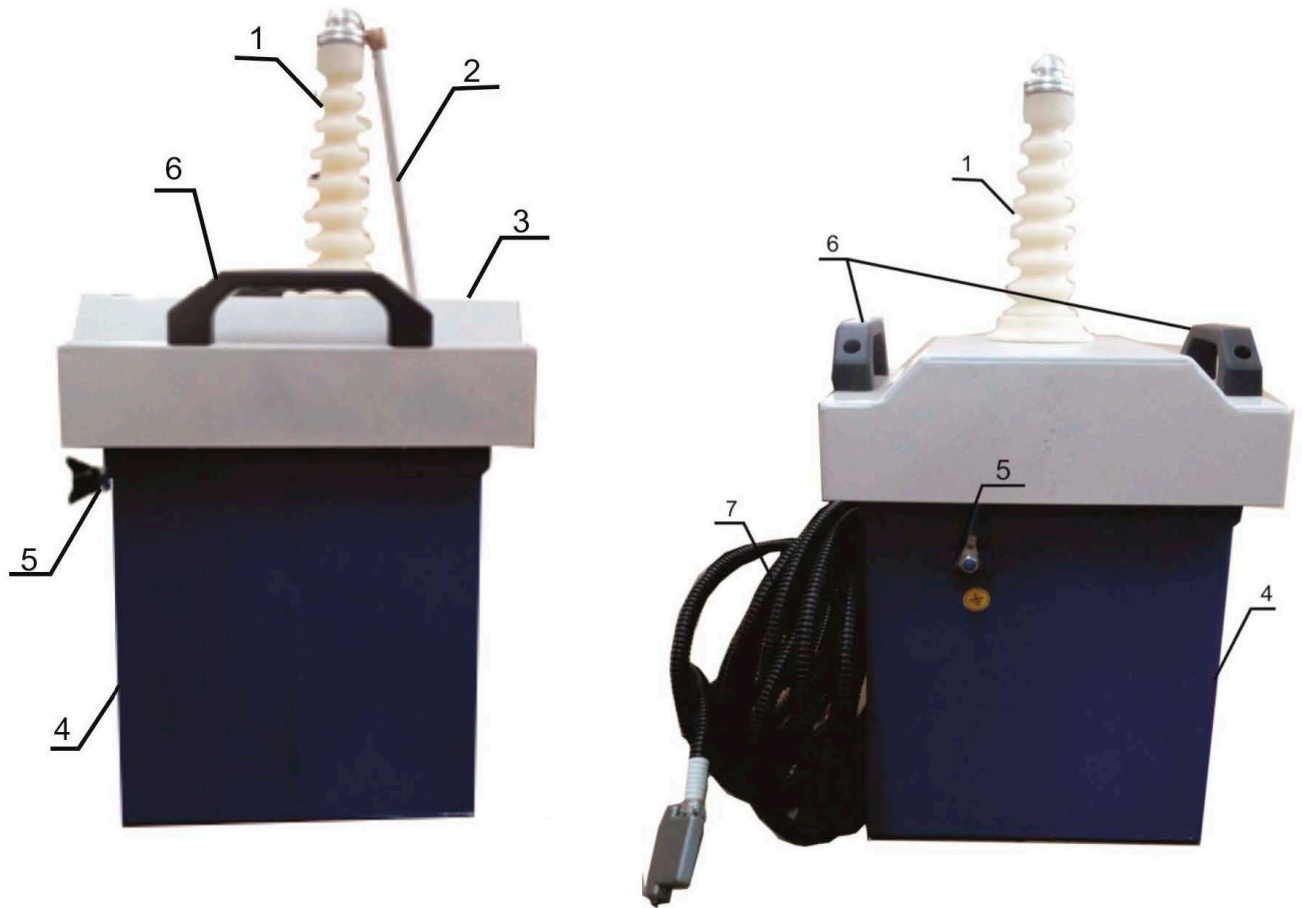
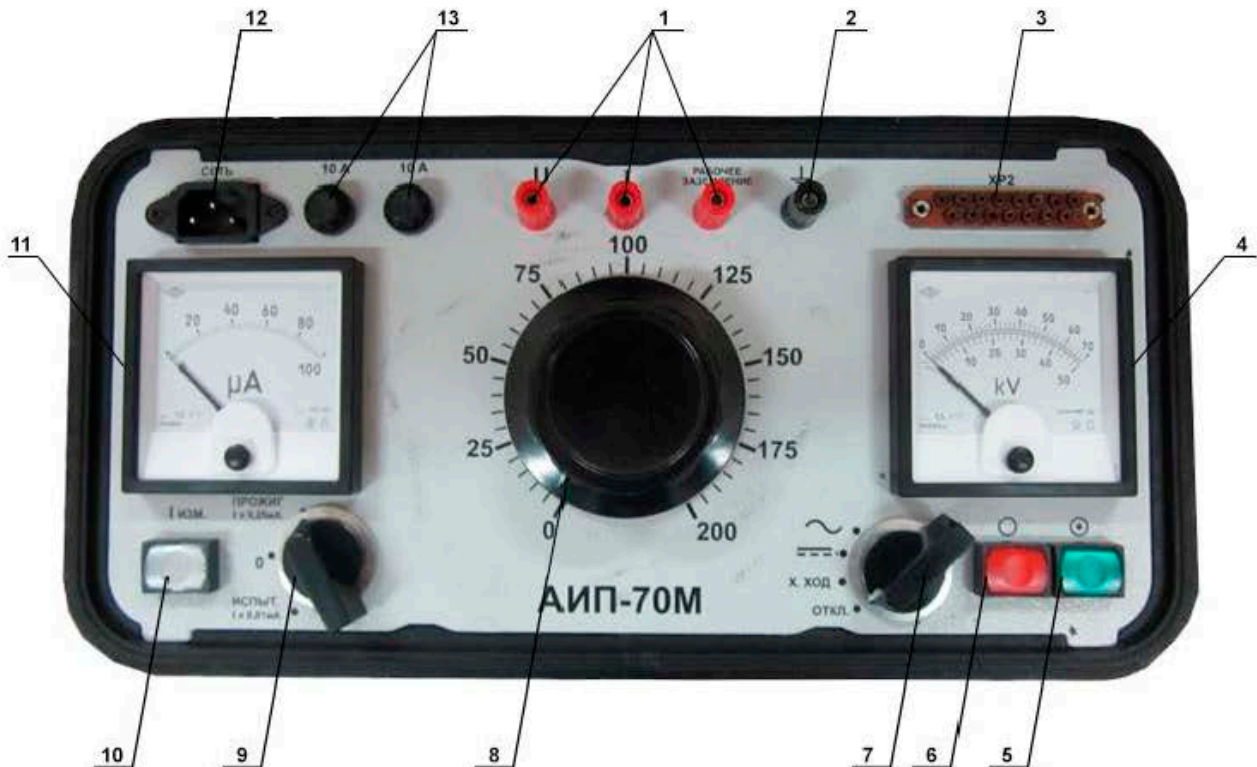

Рисунок 1.1
Рисунок 1.2
1.4.1 Конструктивно аппарат состоит из двух блоков - блока высоковольтного (рисунок 1.1) и блока управления (рисунок 1.2).